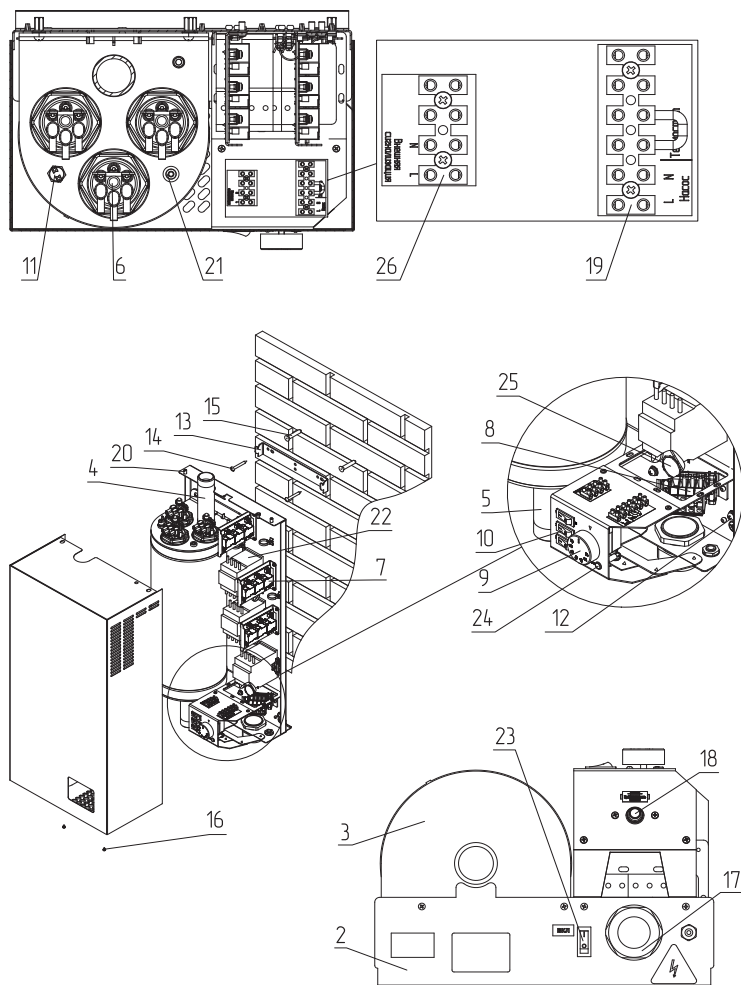

Рис. 4 Конструкция отопительного котла ZOTA Balance 24 - 36 кВт
Закрепите настенный кронштейн на вертикальной поверхности в необходимом месте с помощью шурупов, входящих в комплект, и установите на него котел, как показано на **Рис. 1; Рис. 2; Рис. 3 и Рис. 4**.
- Присоединить рабочий нулевой провод на клемму нейтраль (N) котла;
- Защитный нулевой провод (РЕ) подключить на винт «ЗАЗЕМЛЕНИЕ» (**Рис. 2; Рис. 3; Рис. 4, поз. 12**).